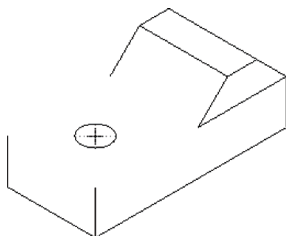

图 2-29 打开模型文件
STEP 01 单击快速访问工具栏中的“打开”按钮，打开模型文件，如图 2-29 所示。